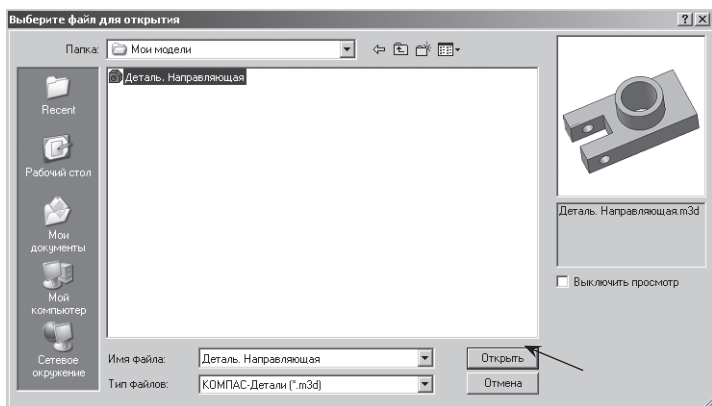

Рис. 309. Выбор ориентации главного вида
- на экране появится диалоговое окно, в котором следует выбрать модель. Откройте документ **Деталь.Направляющая.m3d** из папки **Мои модели** (рис. 309);